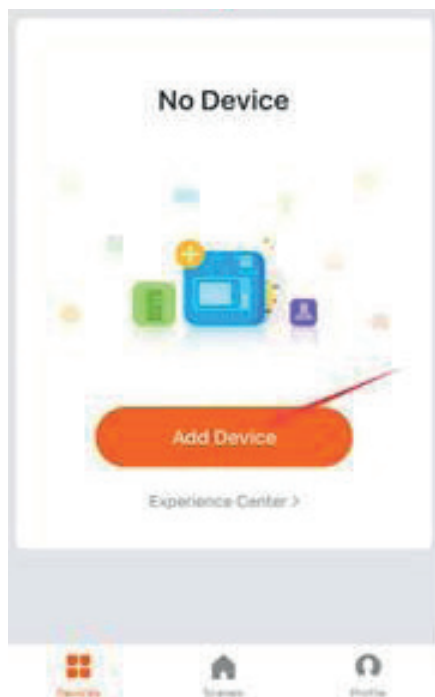

Bild 1
4. Schalten Sie das Produkt ein und vergewissern Sie sich, dass Sie sich in einer Umgebung mit WIFI-Abdeckung befinden. Die WIFI-Anzeigeleuchte blinkt schnell. Wenn die Anzeige nicht schnell blinkt, drücken Sie 5 Sek  en lang die Taste "", gehen Sie dann zur Anwendung und drücken Sie unten auf "Gerät hinzufügen", wie in Abbildung 1 dargestellt.